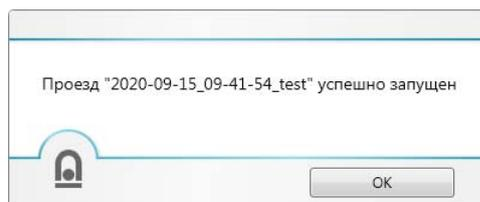

Рисунок 14 – Окно с информацией об успешном запуске поезда
4.2.8 После успешного запуска отобразится окно (Рисунок 14).